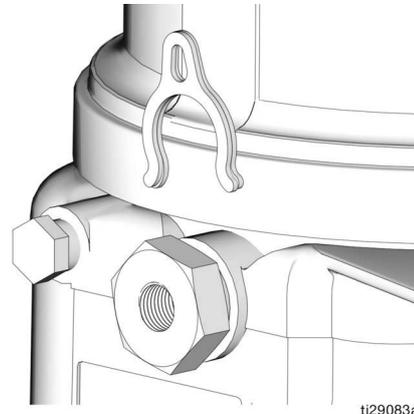

FIG. 17
6. Utilice una llave para aflojar el elemento de la bomba en sentido contrario a las agujas del reloj. No retire el elemento de la bomba completo. Mueva hacia atrás el elemento de la bomba solo lo suficiente para permitir que el espaciador se deslice hacia adentro o hacia afuera. (FIG. 17).
El control del volumen de la bomba se configura utilizando uno (1) o dos (2) (FIG. 17).